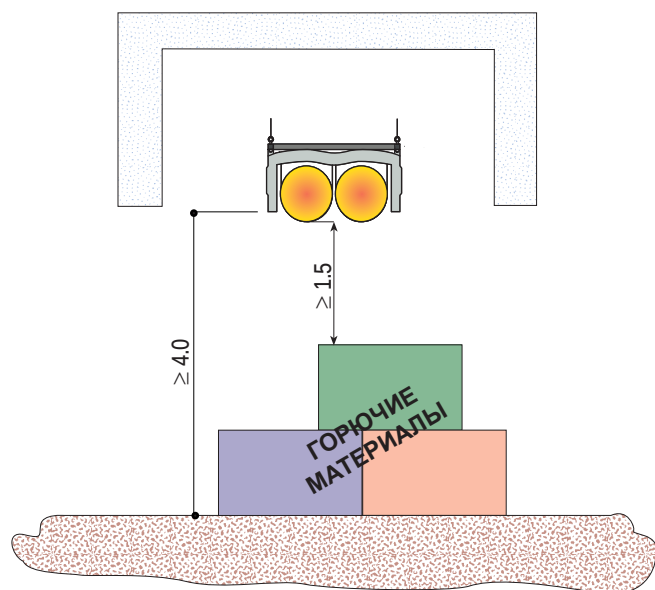

Рис. 200
4) Минимальное расстояние по вертикали между теплоизлучающими трубами и горючим материалом должно быть больше или равным 1,5 м, минимальное расстояние от пола до теплоизлучающих труб должно быть больше или равным 4,0 метров (рис. 200).